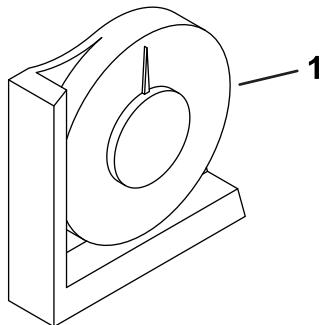

図3
2. 機体のクロスピーム燃料タンク脇に携帯式の斜面計付属品を置いて、機体が水平になっていることを確認する図3。